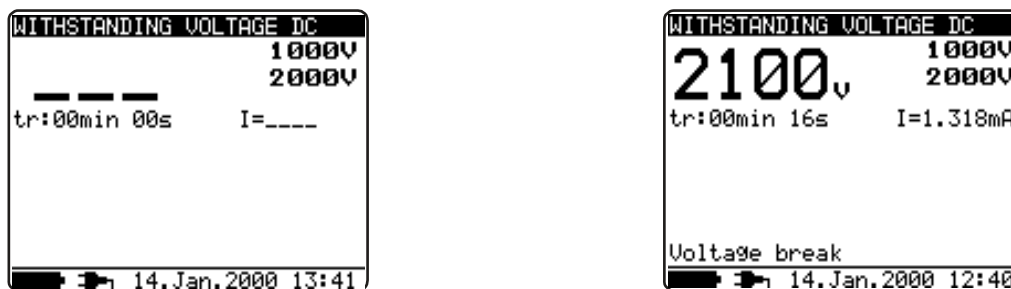

Рис. 18 Состояния дисплея в функции измерения выдерживаемого напряжения
- При необходимости результат (смотрите рисунок 18, справа) может быть сохранен путем двойного нажатия клавиши **MEM**, смотрите пункт **6.1.**